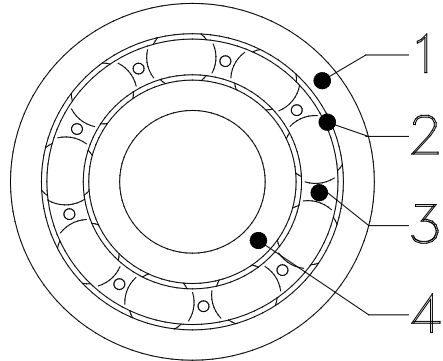

Abb. 1.3
Wälzlager (Abb. 1.3) bestehen in der Regel aus zwei Laufringen (1, 4) oder – bei Axiallagern – Laufscheiben, zwischen denen die – zumeist durch einen Käfig (3) gehaltenen – Wälzkörper (2) laufen.